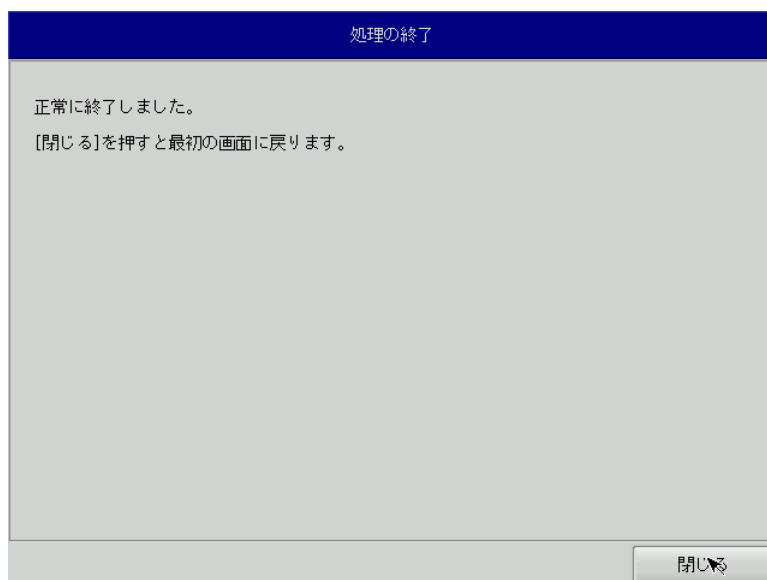

図 6-3-4. 終了画面
- ⑤ 終了画面（図 6-3-4）が表示されると復旧処理は完了です。電源を落として SD カードを外します。